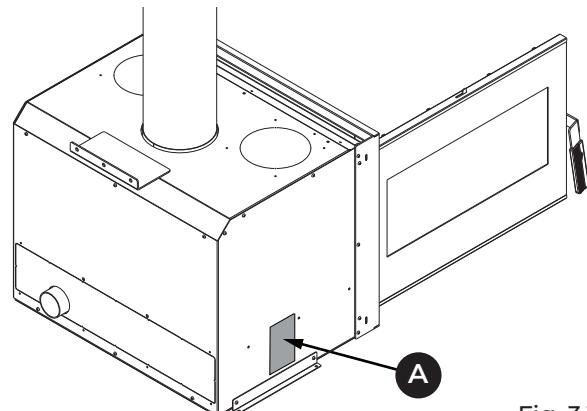

Fig. 3.1
La plaque signalétique (A) est placée sur la partie latérale (Fig. 3.1) et indique toutes les données caractéristiques relatives à l'appareil, y compris les données du Fabricant, le numéro de Série et la marque